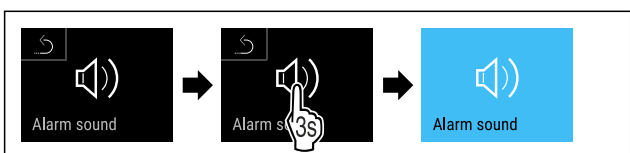

Fig. 92
- Suivre les étapes (voir Fig. 92).